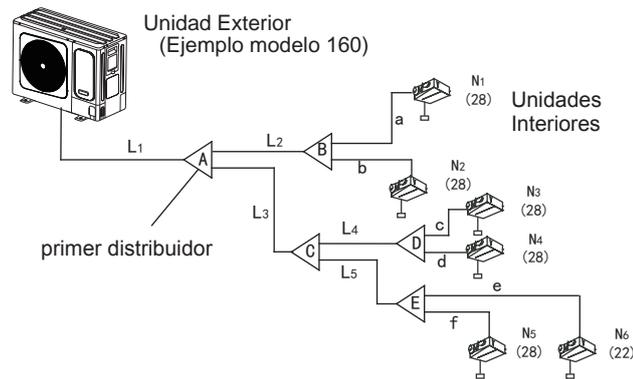

Fig. 4-5
- 2) Ejemplo: En la Fig.4-5, la capacidad total aguas abajo de la tubería L2 es de 28×2=56, por lo que según la Tabla 4.4, el diámetro de gas / líquido de L2 será: Φ15.9 (5/8") / Φ9.5 (3/8").
- Tubería principal (consulte la Fig.4-5 y Tabla 4-4)